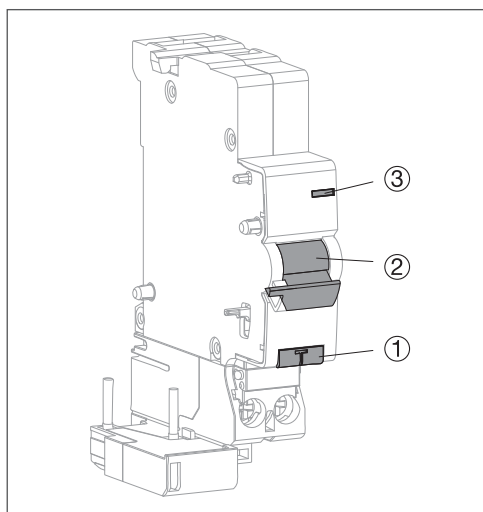

Fig 1 : Descrição da unidade detetora de arco
O botão de teste T (ver Fig. 1) é usado para testar o dispositivo. O AFDD deve disparar após um breve pressionamento do botão de teste. Após isso, o dispositivo pode ser ligado novamente.
Pressione brevemente o botão de teste T (ver Fig. 1). Ao pressionar o botão de teste, o AFDD deverá disparar. Teste regularmente.
- Pressione o botão de teste T (veja a Fig. 1) por 5 segundos para ativar o modo Bluetooth®.